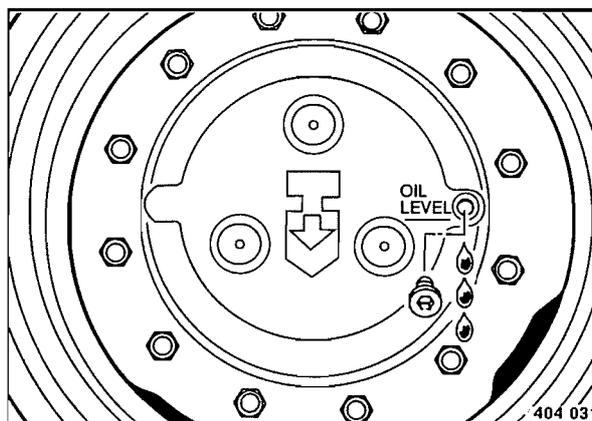

Fig. 87
- Estacionar la rueda de accionamiento de forma que el tapón de cierre (Fig. 87) se encuentra en posición horizontal sobre la carcasa.